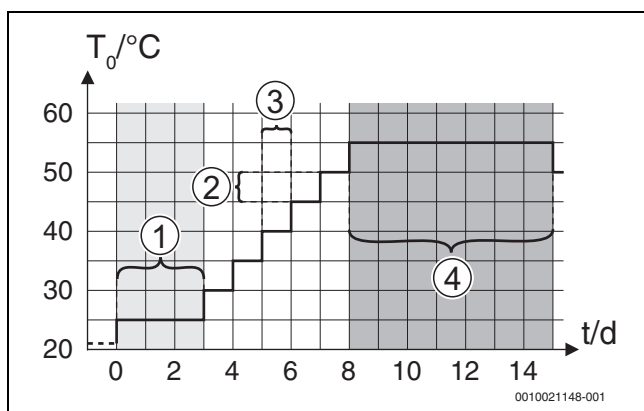
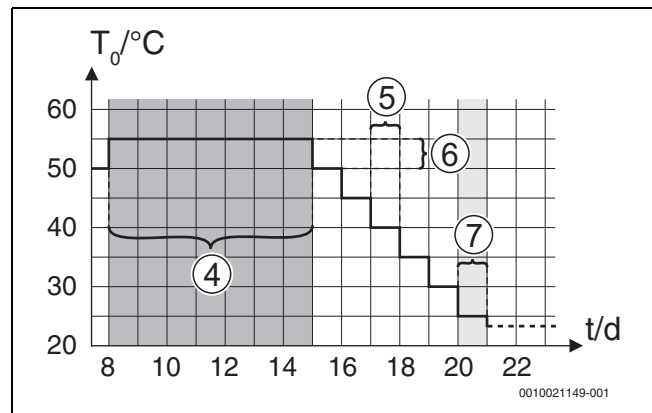

Bild 7 Ablauf der Estrichtrocknung mit den Grundeinstellungen in der Aufheizphase
Bild 8 Ablauf der Estrichtrocknung mit den Grundeinstellungen in der Abkühlphase
**Legende für Abb. 7 und Abb. 8:**
Wartezeit bevor Start	Phase überspr.: Das Estrichtrocknungsprogramm startet sofort für die ausgewählten Heizkreise. [1 ... 50] Tage: Das Estrichtrocknungsprogramm startet nach der eingestellten Wartezeit. Die gewählten Heizkreise sind während der Wartezeit ausgeschaltet, der Frostschutz ist aktiv ( $\rightarrow$ Abb. 7, Zeit vor Tag 0)
Tab. 10 Einstellungen im Menü Estrichrocknung (Abb. 7 und 8 zeigen die Grundeinstellung des Estrichrocknungsprogramms)